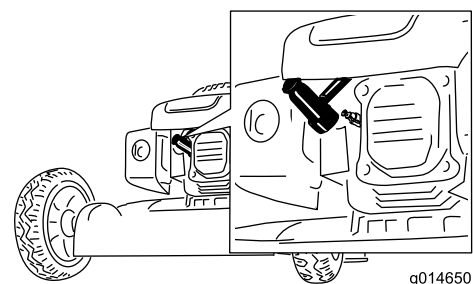

Figura 19
2. Desconecte el cable de la bujía (Figura 19).